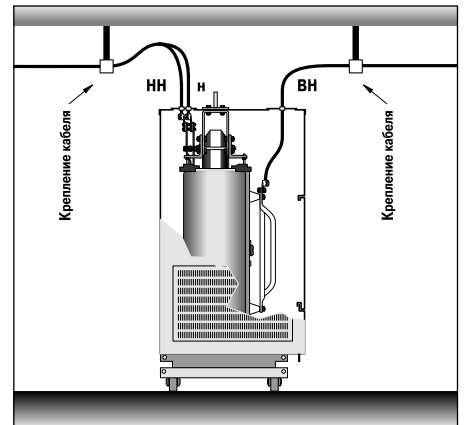

Рис. 2: стандартное присоединение ВН снизу
- отходящие линии (или вводы) ВН могут присоединяться сверху (рис. 1) или снизу (рис. 2).
- отходящие линии или (вводы) ВН могут присоединяться снизу непосредственно к контактным площадкам (рис. 2); в этом случае кабели вводятся через съемный люк, расположенный внизу справа на стороне ВН;
Для этой цели там предусмотрены два отверстия (рис. 2) (крепежные детали не входят в поставку "Франс Трансфо").